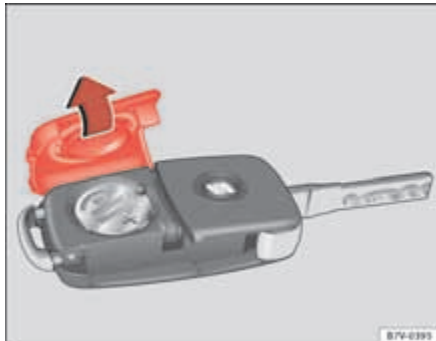

Abb. 43 Fahrzeugschlüssel: Deckel für Batteriefach öffnen.
Die Batterie befindet sich auf der Rückseite des Fahrzeugschlüssels unter einer Abdeckung ⇒ **Abb. 43**.
- Abdeckung auf der Rückseite des Fahrzeugschlüssels ⇒ **Abb. 43** in Pfeilrichtung abnehmen ⇒ ⚠.
- Abdeckung wie gezeigt ansetzen ⇒ **Abb. 43** und entgegen der Pfeilrichtung auf das Fahrzeugschlüsselgehäuse drücken bis sie einrastet. ▶